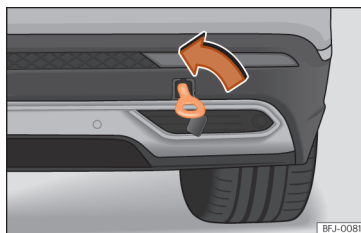

Abb. 227 Auf der rechten Seite des hinteren Stoßfängers: Eingeschraubte Abschleppöse.
- Drehen Sie die Abschleppöse **entgegen dem Uhrzeigersinn** so fest wie möglich in die Aufnahme » (Abb. 227) , » ①. Verwenden Sie ein geeignetes Hilfsmittel, um die Abschleppöse festzuziehen.